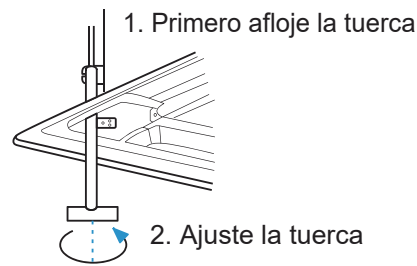

Figura 24
- Si no afecta a la subida y bajada de la unidad interior y la tubería de descarga de agua, puede utilizar las aberturas en las cuatro esquinas del panel para ajustar la altura de la unidad interior. Vea la Figura 24.